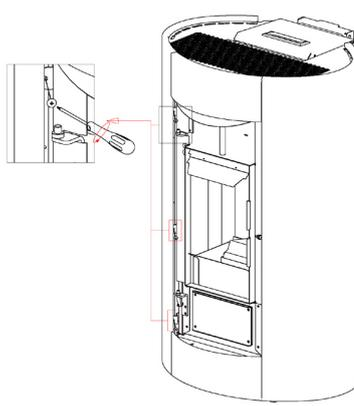
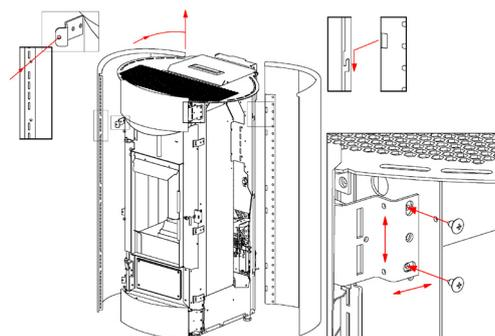

Fig. 45 - Einhakzähnen
Fig. 46 - Justierungen
- Der Wiedereinbau erfolgt in umgekehrter Reihenfolge, wobei die Möglichkeit besteht, die Vordereinsätze vertikal und horizontal zu regulieren, so dass sie mit den Seiten fluchten (siehe **Fig. 45 auf S. 23** und **Fig. 46 auf S. 23**).